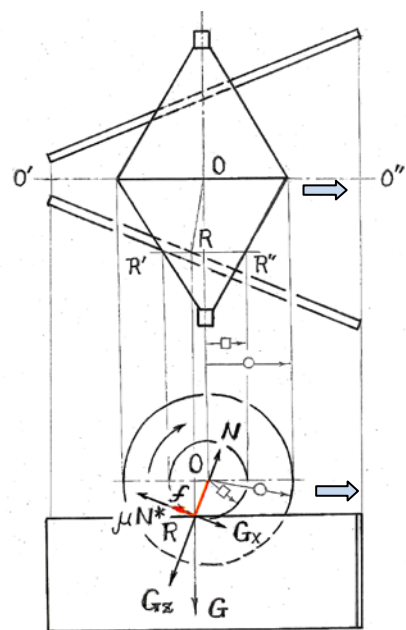

図 5 水平に置かれたレール上での車の回転
2 ヶ月近くわからない状態が続いた後に, やっと摩擦力とモーメントを説明する図 5 を描くことができた。
**A.3 高校物理の説明** 図 5 の上部の平面図で, 股の開き角は図 1~4 のものより広く描いている。レールには厚さがあるが, 車は 2 本のレールの内側の稜に接して右向きに転がって動き始めて進む。点  $O$  は車の軸の中心にある車の重心である。点  $R$  は車とレールの接点である。図 5 の下部の図は正面図である。ただし, この図には, 平面図に示す車の  $R'-R''$  断面(接点  $R$  を含んで車の回転軸に垂直な断面)の円を描いている。その円の外側の大きい同心円は車の最大直径部の  $O'-O''$  断面の円である。これらの 2 つの円の中心には, 車の重心  $O$  を含む車の回転軸が, 紙面に垂直な方向に貫いている。平面図と正面図に記号  $\bigcirc$ ,  $\square$  で示す 2 つずつの線分の長さは記号ごとにたがいに等しい。
車の回転のモーメントは、(回転軸から力の作用点までの距離) と (回転軸から作用点に向かう方向に垂直な方向の力) の積として表される Nm の単位の量である。図 5 の正面図の朱色の線分 OR の長さ (正面図上の点 O と点 R の距離) がその距離に当たり、その図の朱色の矢印の力  $f$  がその力に当たる。このモーメントは、その図上で車を点 O の回りに (回転軸の回りに) 右回りに回転させるものである。かくして、車は水平なレール上をレールが開いた向き (右向き) に転がって動き/進み始める。